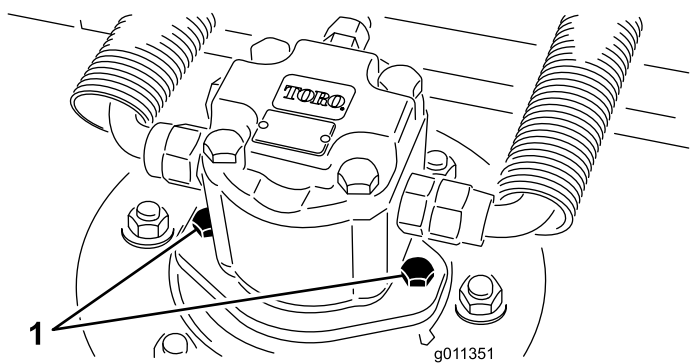

Рисунок 85
2. Отсоедините и снимите гидромотор с режущего блока (Рисунок 85). Накройте верхнюю часть шпинделя для предотвращения загрязнения.
3. Установите гидромотор на режущий блок (Рисунок 85). Убедитесь, что уплотнительное кольцо находится в штатном положении и не повреждено.